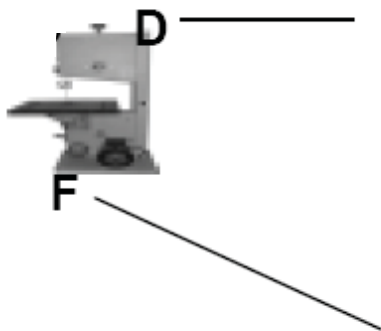

Рис. 18
8. Если необходимо, отрегулируйте ход полотна, используя ручку регулировки хода полотна и стопорную ручку (F) Рис. 18, расположенную позади корпуса верхнего шкива. Когда ход полотна отрегулирован, зафиксируйте положение полотна.
- Когда полотно установлено и отрегулировано, прокрутите полотно, вращая рукой верхний шкив и регулируя ручку хода полотна (F) (Рис. 18).